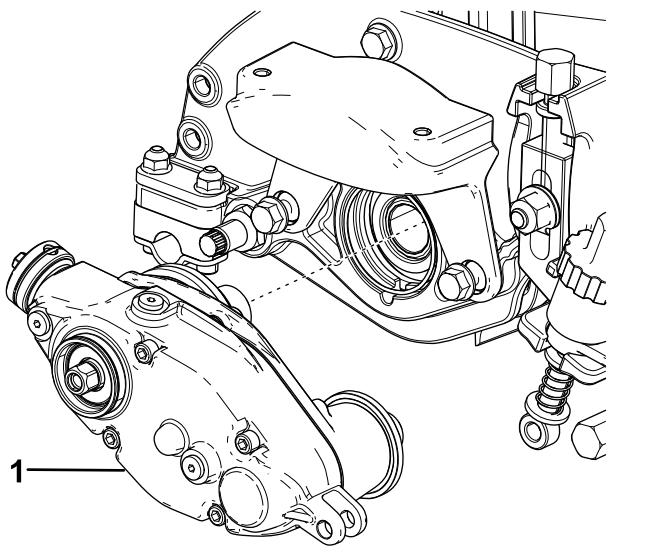

Figura 3
- Retire la caja de transmisión del groomer del lateral del molinete (Figura 3).